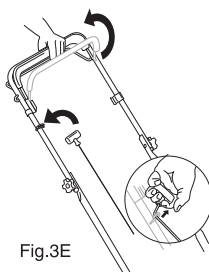

Fig.3E
6. Presiona la barra de control del freno y tira lentamente de la manija de arranque del motor. Desliza la manija de arranque dentro del asa superior. (Fig. 3E)